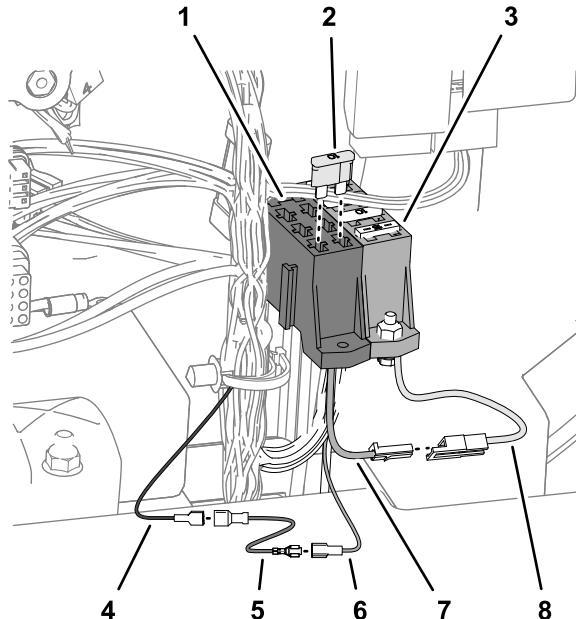

Figure 42
1. Montez le porte-fusibles de faisceau supplémentaire (réf. 92-2641) sur le porte-fusibles de la machine (Figure 42).
2. Connectez le porte-fusibles du faisceau (réf. 92-2641) au porte-fusibles (Figure 42) de la machine comme suit :
3. Connectez le faisceau de démarrage avec la clé (réf. 107-0672) au câble du porte-fusibles de faisceau (réf. 92-2641) (Figure 42) comme suit :
4. Connectez le faisceau de démarrage avec la clé (réf. 107-0672) au câble d'alimentation auxiliaire du faisceau du kit Polar Trac (Figure 42) comme suit :
5. Insérez le fusible (10 A) dans l'emplacement libre du porte-fusibles (Figure 42).